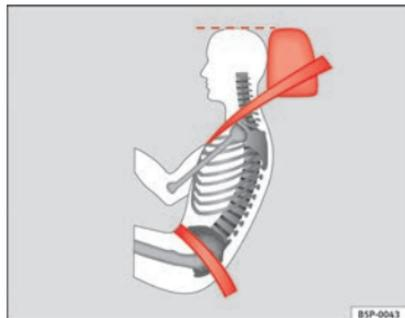

Fig. 13 Posição da faixa do cinto de segurança e do encosto de cabeça regulados correctamente, vistos de lado
- A faixa inferior do cinto de segurança deve passar na zona pélvica, mas nunca por cima do abdómen. O cinto de segurança deve ficar direito e bem ajustado à zona pélvica ⇒ Fig. 13. Se necessário, encurtar um pouco a faixa do cinto de segurança.